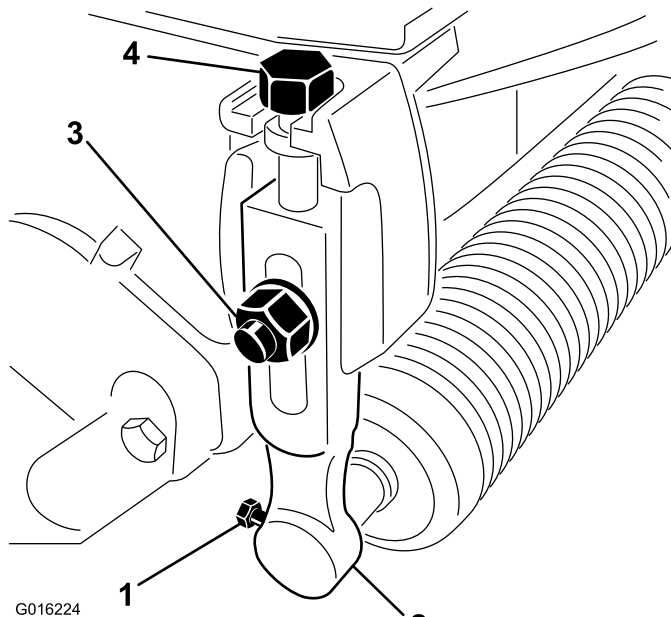

図 1
2. 前ローラの左右端を刈高アームに固定しているネジをゆるめる 図 1。
3. 各刈高アームをカッティングユニットの左右端部に固定しているプラウボルト、ワッシャ、ロックナットを外す 図 1。刈高アームとローラ・アセンブリを取り外す。
4. 刈高アームから刈高調整ねじを取り外す 図 1。